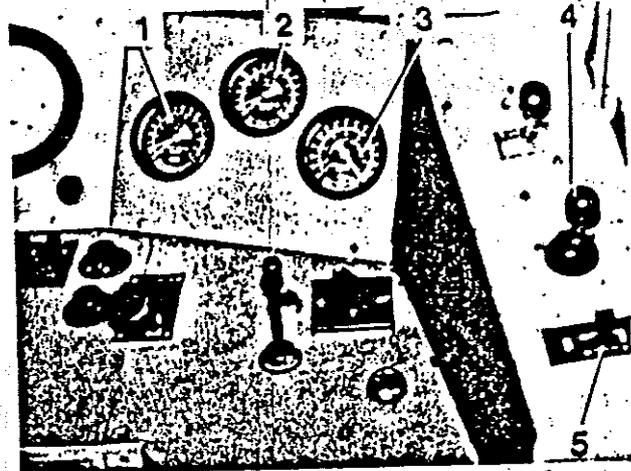

Figura 25 Pupitre de conducción P 1, 2 (lado derecho)
- Comprobar el funcionamiento de los espejos retrovisores (Figura 25/4)
- Comprobar el funcionamiento de las senales acústicas (Figura 25/5)
- Comprobar las indicaciones de los manómetros (Figura 25/1 y 25/2) y del vacuómetro (Figura 25/3)